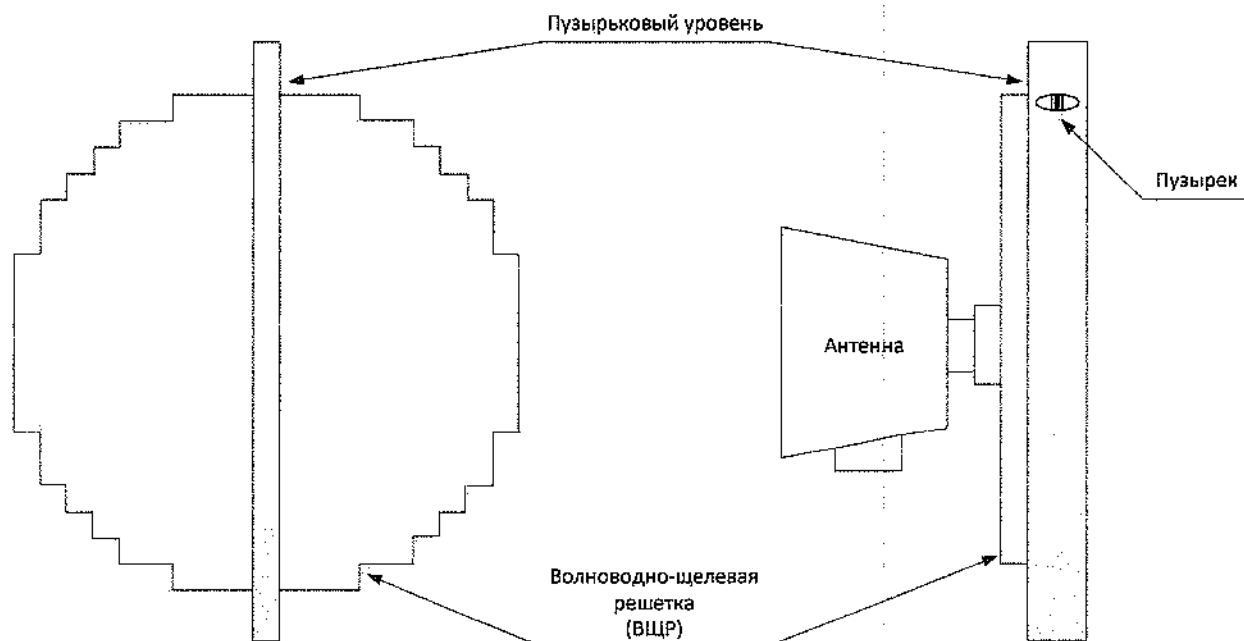

Рисунок 15 – Пузырьковый уровень, закрепленный на волноводно-щелевой решетке (ВЦР) антенны
8. На ПВК-2 кнопками $\blacktriangledown / \blacktriangle$, при этом удерживая кнопку Shift, установите на экране ПВК-2 маркер на пункте П-ка тнг « 00.00 », и кнопками $\blackleftarrow / \blackrightarrow$ при нажатой кнопке Shift установите такой поправочный коэффициент по тангажу, при котором «пузырек» (см. рисунок 15) будет строго по середине между рисками.